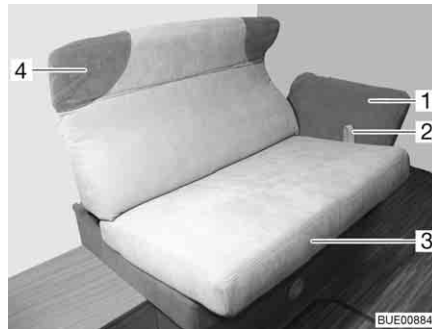

Bild 93 Inställning av den långsgående sittbänken
- Dra bandet (Bild 93,2) uppåt och dra försiktigt sittytan (Bild 93,3) på skeborna, dra till stoppläget i mitten.
- Ta tag i nackkudden (Bild 93,4) med båda händerna och sväng upp eller ned det till önskat läge.
- Ta tag i armstödet (Bild 93,1) med båda händerna och sväng upp eller ned det till önskat läge.